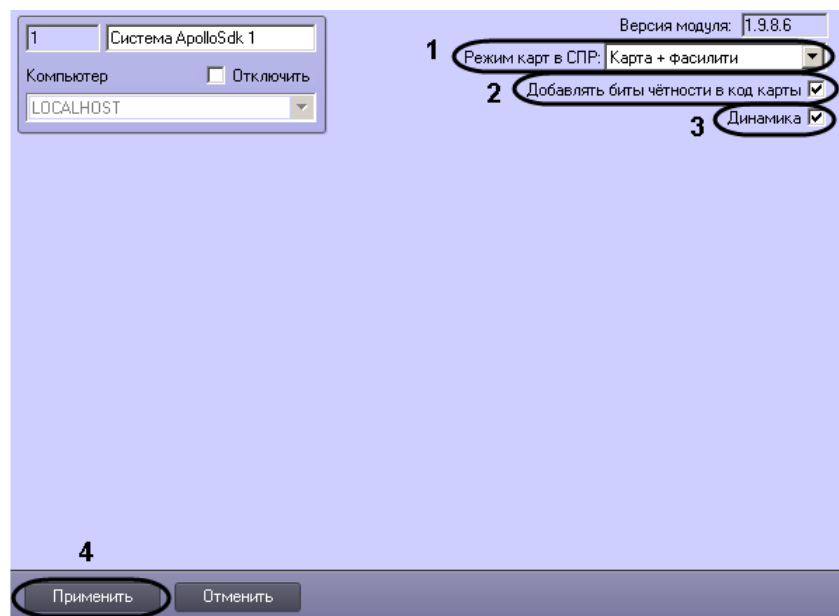

Рис. 3.2–2 Настройка карт доступа
2. Из раскрывающегося списка **Режим карт в СПР** выбрать способ задания карт доступа в модуле *Служба пропускного режима* (см. Рис. 3.2–2, **1**):